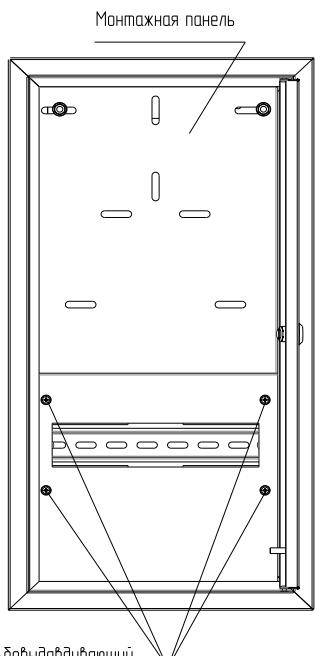

Рисунок 5
5.3 Выкрутите четыре винта резьбовыдавливающих M4×8 и снимите фальшпанель (рисунок 5). Винты сохраните.